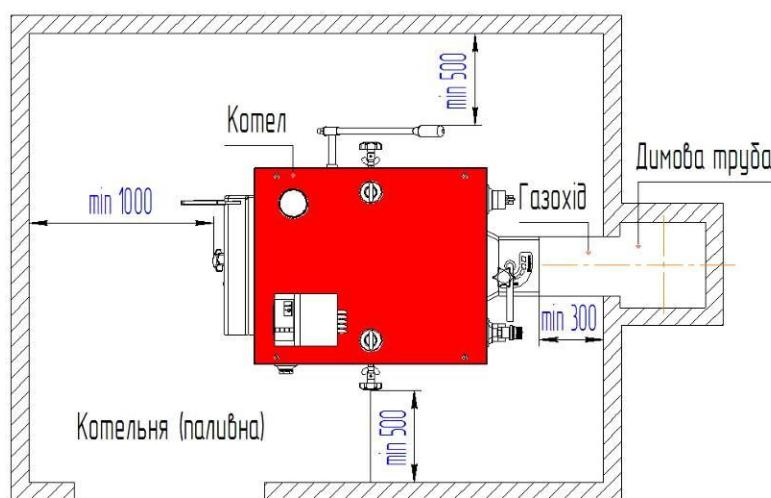

Рис.4 Схема встановлення котла в котельні (паливній)
- в котлах моделі «Ретра-5М» за допомогою регулятора тяги (див Рис.4);
- 6.3.2.2 Котел постачається в зібраному вигляді і не потребує спеціального фундаменту, однак необхідно встановити його на рівну горизонтальну поверхню з негорючих матеріалів. Під час встановлення котла необхідно забезпечити доступ до нього таким чином, щоб стіни котельної (паливної) не заважали завантаженню палива, чистці топки котла, а також доступу до вентилятора (див Рис.4).